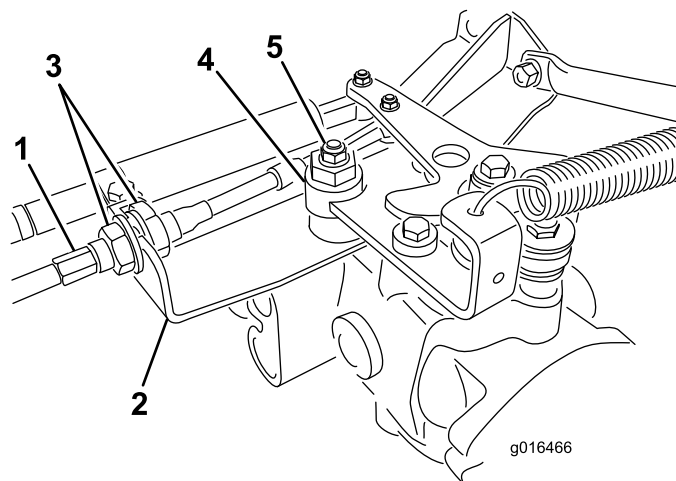

Bild 41
- A. Lösen Sie beide Klemmmuttern, mit denen der Fahrtriebs-Bowdenzug am Schott am Hydrostat befestigt ist (Bild 41). Achten Sie darauf, dass die Klemmmuttern gleichmäßig gelockert sind und eine ausreichende Einstellung ermöglichen.
Hinweis: Lösen Sie die Mutter, mit der der Exzenter oben am Hydrostat befestigt ist (Bild 41).
- E. Ziehen Sie die Mutter fest, wenn sich das Rad nicht mehr dreht, um den Exzenter und die Einstellung zu arretieren (Bild 41).
- G. Ziehen Sie die Sicherungsmuttern, mit denen der Bowdenzug am Schott befestigt ist, gleichmäßig von der Innenseite des Schotts fest (Bild 41). Verdrehen Sie nicht den Bowdenzug.